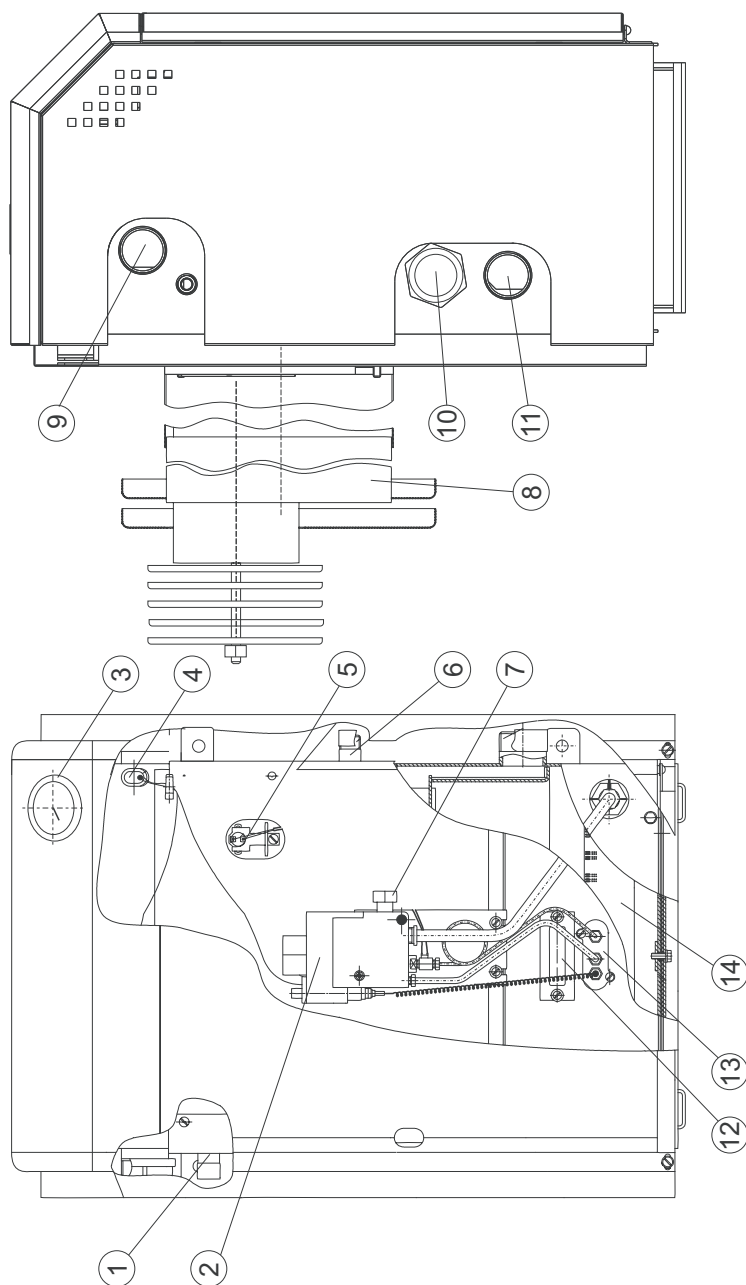

Рис. 1. Будова апарата
5.1. В конструкції апаратів потужністю 7-12,5 кВт передбачено місце для установки електричних нагрівальних елементів (ТЕНів) (рис.1, поз. 10) з характеристиками, зазначеними в таблиці:
Для установки ТЕНа необхідно злити воду з апарата (системи опалення), відкрутити заглушку (рис.1 поз. 10) і встановити на її місце ТЕН з характеристиками, що відповідають таблиці 2. Залити воду в апарат (систему опалення). Перед запуском апарата перевірити герметичність установки ТЕНа.
Перед введенням апарата в експлуатацію необхідно залити 10-15 мл машинної оливи в стаканчик корпусу апарата (поз. 3, рис. 1)!